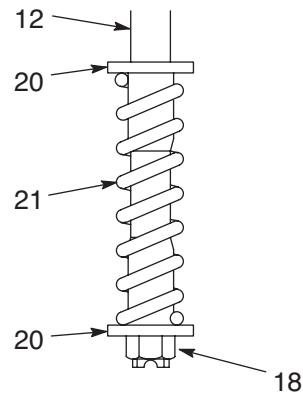

图 8
9. 目测检查弹簧（21），看看是否有磨损或损坏，继续此步骤。从解扣杆（12）上拆下螺母（18）、弹簧（21）和定位器（20）。在新弹簧（21）的各端重新装配定位器（20）。您必须将螺母拧到杆上，直至其转到螺纹末端，使其达到杆肩的最低位置。(图 8)